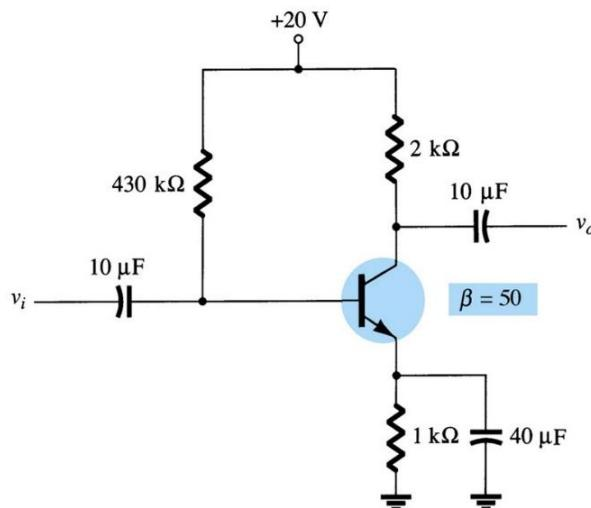

Figura 2.68 – Exemplo 43 (BOYLESTAD e NASHELSKY, 2004).
**Exemplo 43** – Seja o TJB da Figura 2.68, com polarização estável de emissor.